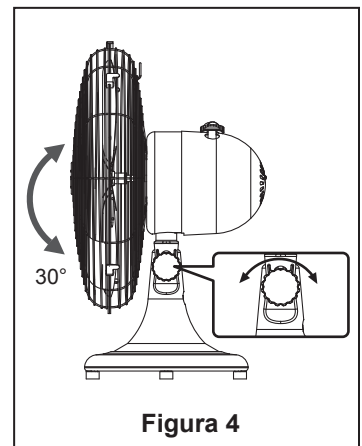

Figura 4
4. Gire el pomo ajustable de ángulo de inclinación del cuello del ventilador a la izquierda para aflojarlo y sostenga la cabeza del ventilador para ajustarlo arriba o abajo para ponerlo en el ángulo de inclinación deseado. Gire el pomo ajustable de ángulo de inclinación a la derecha para fijar la cabeza del ventilador una vez que haya ajustado el ventilador en el ángulo de inclinación deseado. (Figura 4)